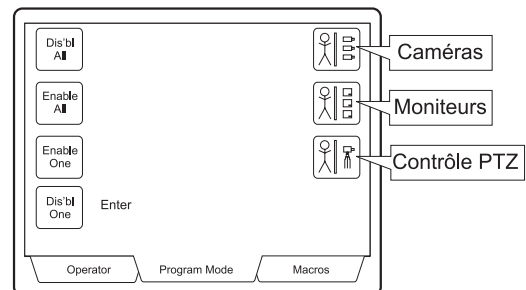

Figure 7: Menu de partitionnement
3. Appuyez sur la touche logicielle PARTITION. Le **Menu de partitionnement** s'affiche (figure 7).